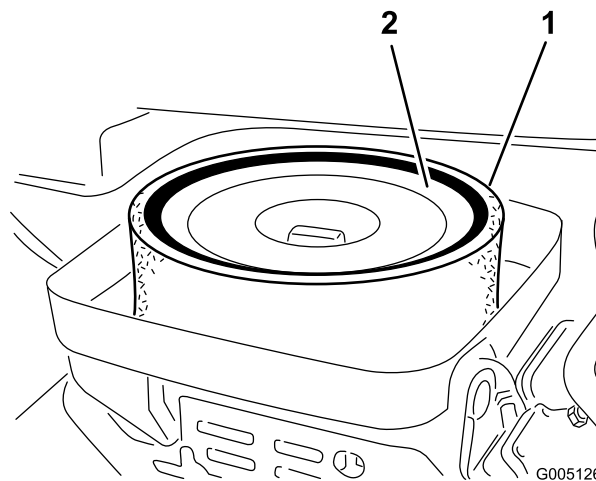

Bild 33
3. Nehmen Sie einen verschmutzten Schaumeinsatz vorsichtig vom Papiereinsatz ab (Bild 33). Reinigen Sie ihn gründlich wie folgt: